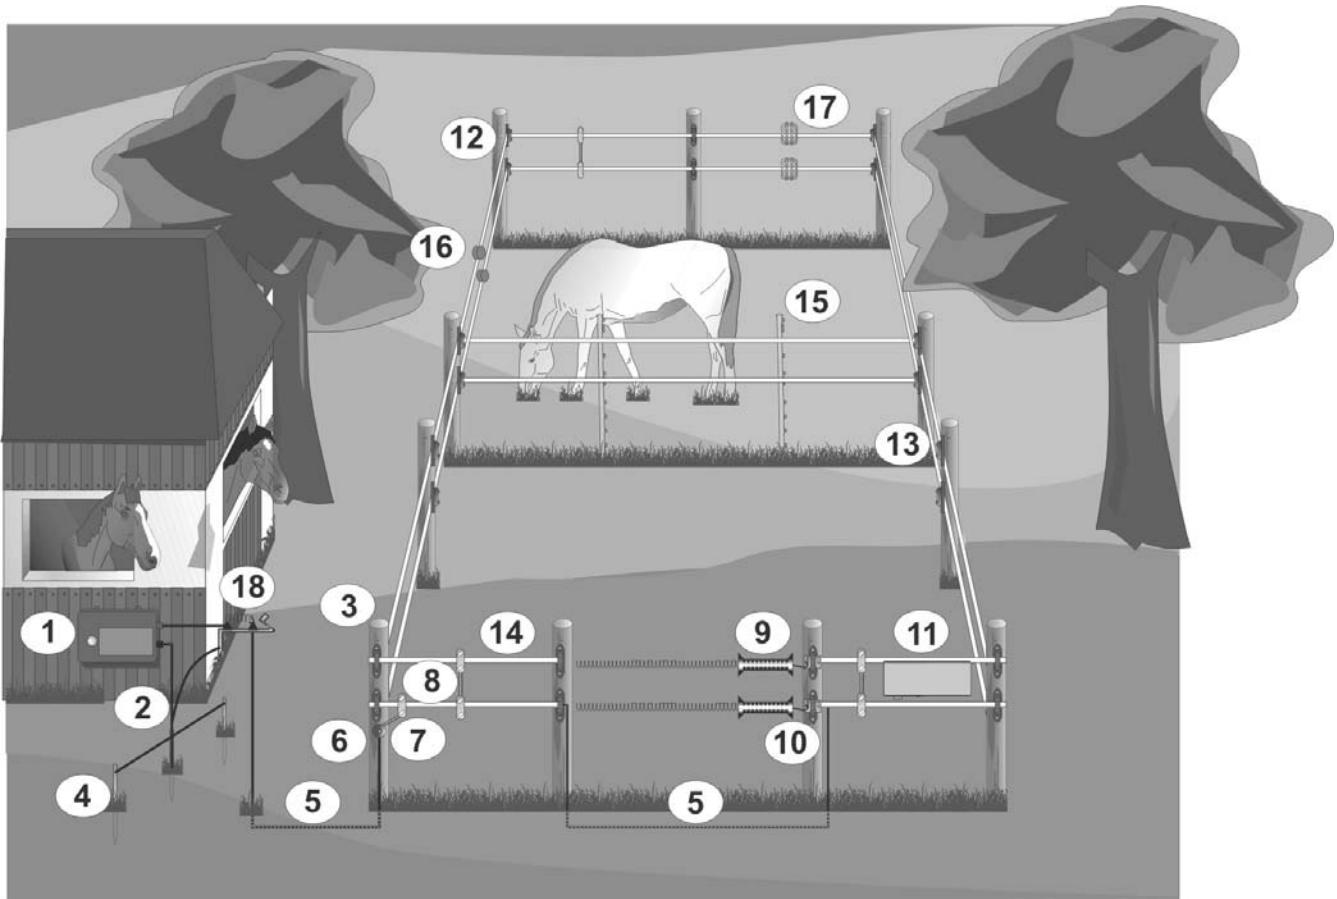

Figure 1
**Aufbau einer Weidezaunanlage:** (Figure 1)